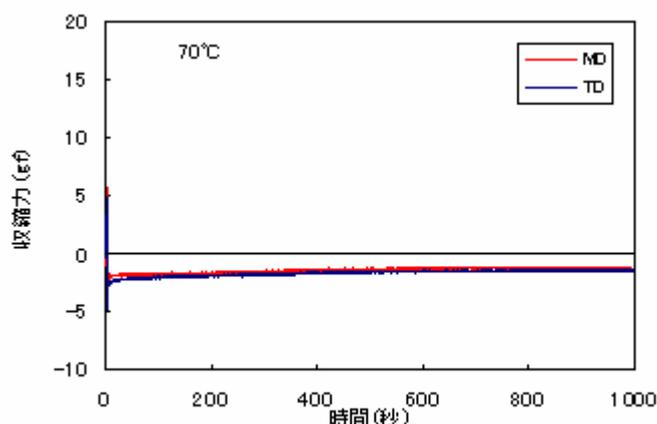

図 1. 収縮挙動  $T_g$  以下
- ・ 70℃ ガラス転移温度  $T_g$  (約 90℃) 以下 図 1
#### ガラス転移温度以下の場合(図 1)